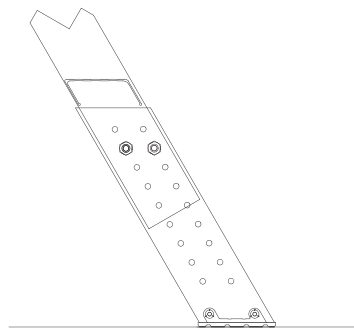

FIGURA 10
E. Deslice el tacón de aluminio sobre el riel como se muestra en la Figura 10. Posiciónelo de modo que el tacón plástico esté en contacto con el suelo. Alinee el más cercano conjunto de agujeros con los agujeros perforados en el riel. Sujételo usando (2) tornillos de 1/4" y tuercas dentadas por cada lado (incluidas).